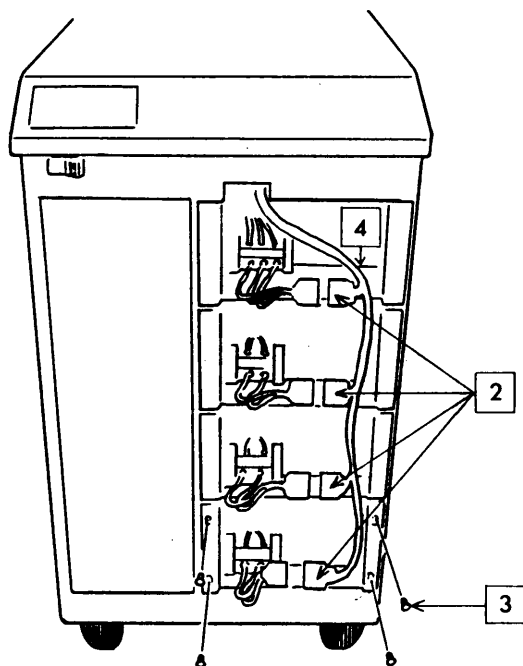

図4-2-2
- 当社ではバッテリーの交換時期をお知らせするだけでなく、バッテリーの交換作業も有償にて申し受けます。又、準オプションとして、内部のバッテリーユニットの販売も行なっております。本機の構造としてはバッテリー部分が多くを占めており、図4-2-2の様に内蔵されています。バッテリー部分は4本のバッテリーユニットより構成され、簡単にとりはずしが可能です。
- ③ フロントカバーを外すと内部は図4-2-2のようになっていますので、まず(2)の4つのコネクタを外します。コネクタは図4-2-3の矢印の部分を押しながら引き外します。
- ④ バッテリーユニットを止めているM4のネジ(3)16箇所を外します。